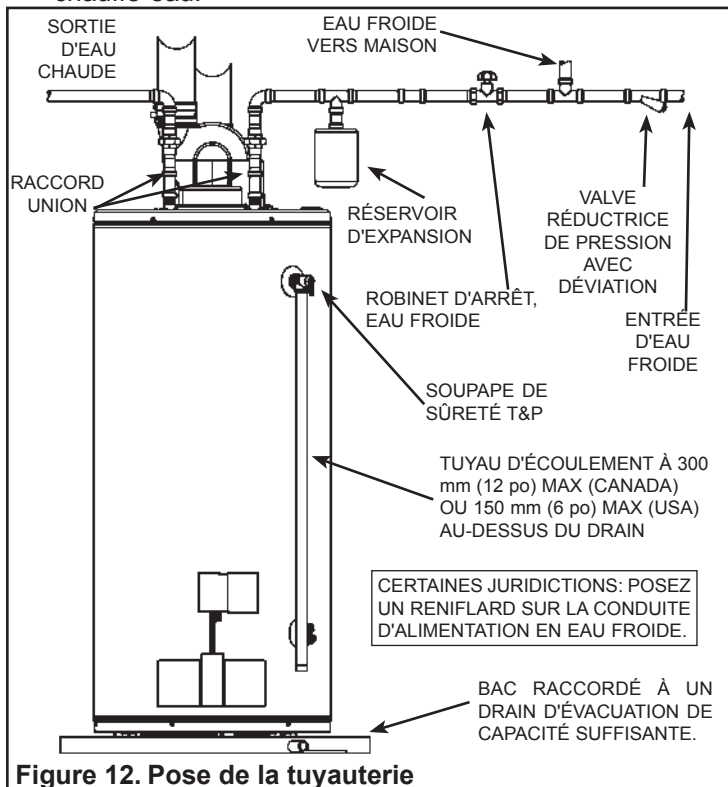

Figure 12. Pose de la tuyauterie
Les tuyaux, les raccords et la robinetterie devraient être installés en conformité avec le schéma d'installation (voir Figure 12). Il peut s'avérer nécessaire d'installer une valve réductrice de pression ou un réservoir d'expansion lorsque la pression d'alimentation en eau froide est élevée. La valve réductrice de pression devrait être placée sur la canalisation d'alimentation principale en eau froide de la maison afin d'assurer un équilibre entre les pressions d'eau froide et d'eau chaude.
1. Les tuyaux, les raccords et la robinetterie devraient être installés en conformité avec le schéma d'installation (Figure 12). Raccordez la canalisation d'alimentation en eau froide (3/4 po NPT) au mamelon identifié par la lettre "C", ou le mot "COLD". Raccordez la canalisation d'alimentation en eau chaude (3/4 po NPT) au mamelon identifié par la lettre "H", ou le mot "HOT".